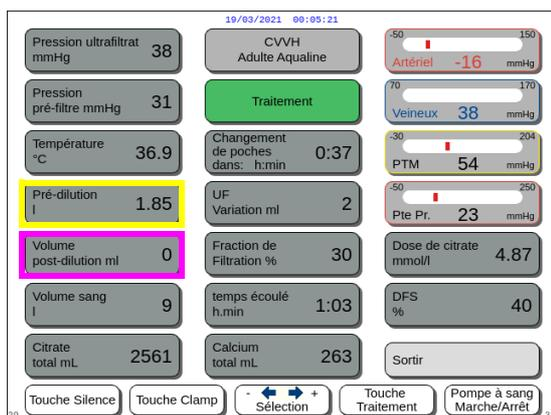

Fig. 168
- *Pré-dilution (ml)* (encadré jaune Fig. 168)
- *Post-dilution (ml)* (encadré magenta Fig. 168)